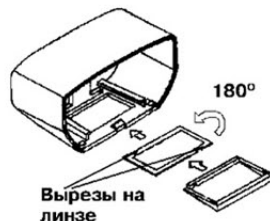

Рис.5
- **(ВНИМАНИЕ!)** выдвинуть линзу, повернуть ее на 180° (рис.5), установить в крышку так, чтобы одинарный вырез был направлен внутрь корпуса, гладкая сторона линзы должна быть направлена наружу;